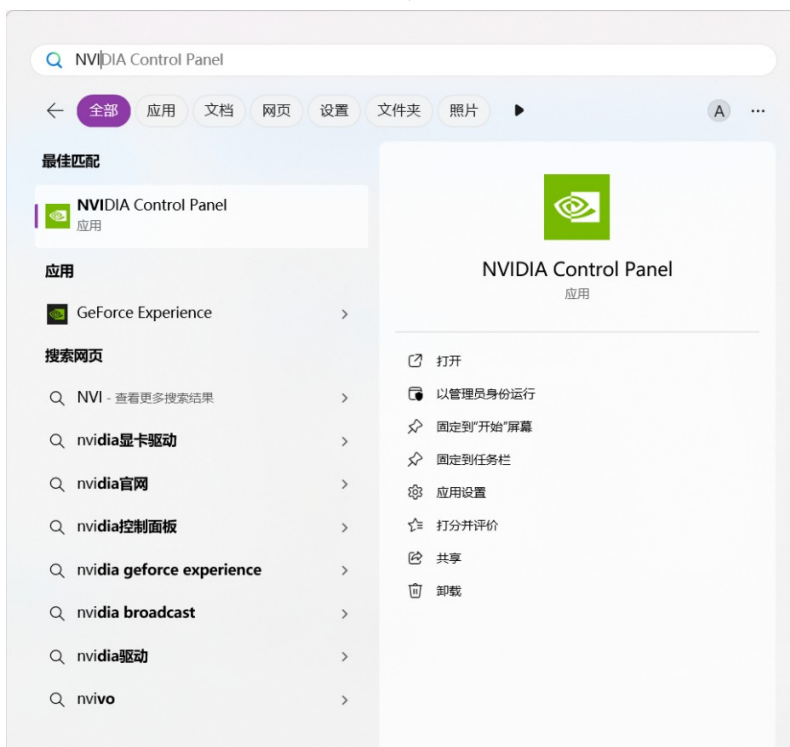

图 4-9 NVIDIA 控制面板
- 1、在电脑中搜索“NVIDIA 控制面板”，并打开控制面板（如图 4-9 所示）。